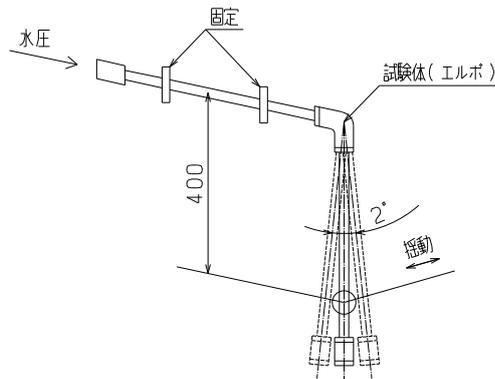

図 4-15 揺動試験 I 概略図
(1) 試験方法
図 4-15 に示すように継手に管を接合し、【試験①】水圧 0.6MPa、振り角度 2°、振り速さ 0.5Hz(30 回/分)で 10,000 回揺動し、ナットの緩み及び漏れの有無を確認する。その後、【試験②】水圧 1.75MPa、振り角度 2°、振り速さ 0.5Hz(30 回/分)で 500,000 回揺動し、ナットの緩み、漏れ及びガスケットの摩耗の有無を確認する。